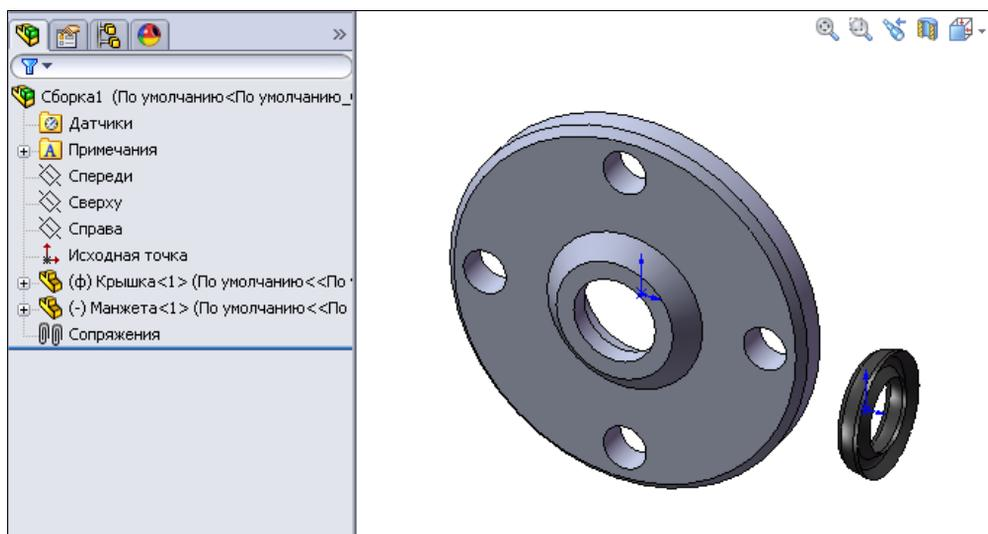

Рис. 6.19
2. Аналогичным образом поместим в сборочное пространство деталь Манжета (рис. 6.19).